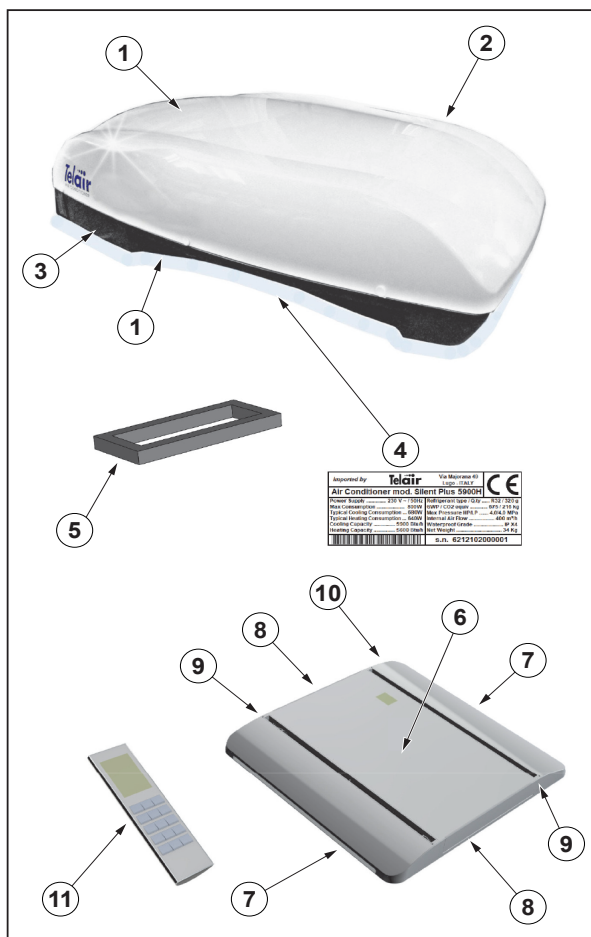

Fig. 1
De eerste handeling die verricht moet worden om de airconditioner op de juiste manier te installeren is zorgvuldig controleren of het dak van het voertuig berekend is op het gewicht ervan; als dit niet het geval is moet u het dak naar behoren verstevigen. Kies een plaats in het midden van het dak die vlak en horizontaal genoeg is en ga aan de binnenkant van het voertuig na of er geen enkel obstakel is waardoor de bevestiging van de luchtverspreider ("Fig. 1" ref. 6) en het uitstromen van koele lucht uit de draaibare luchtverspreidingsmondstukken ("Fig. 1" ref. 8) belemmerd wordt.